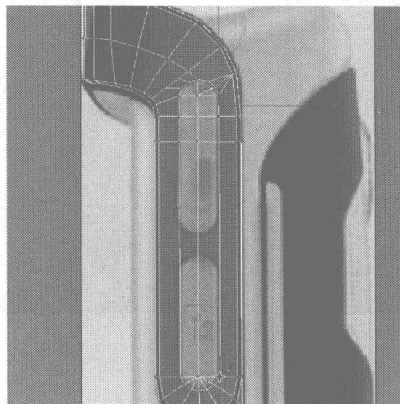

图 4.419
- 08** 下面来制作侧面的小按钮。单击右键，在弹出的快捷菜单中选择 Cut 命令，在如图 4.419 所示 Left 视图中的位置分别添加、调整细分线。